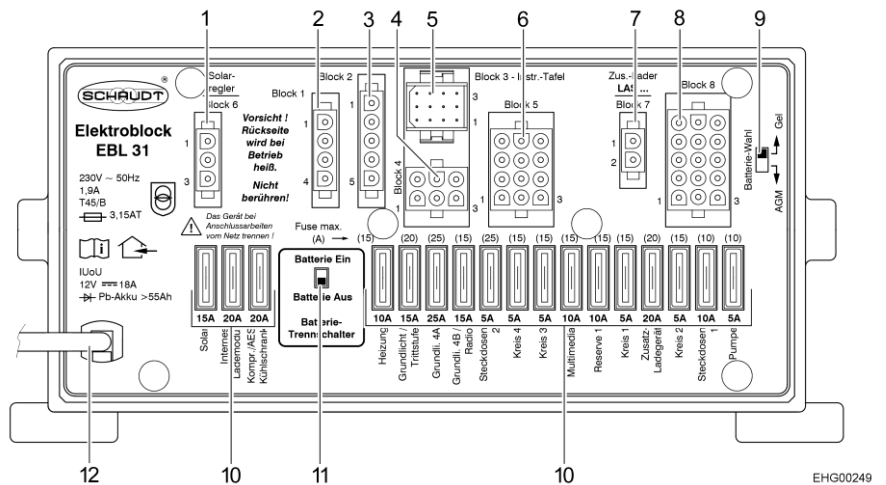

Fig. 95 Bloc électrique (EBL 31)
- ▷ Afin de couper l'alimentation électrique de **tous** les consommateurs électriques 12 V, et pour éviter toute décharge de la batterie de cellule, placer l'interrupteur-séparateur de batterie (Fig. 95,11) sur "Batterie Aus" (batterie Arrêt) sur le bloc électrique.
- ▷ Les consommateurs tels que le bloc électrique lui-même, le panneau de contrôle, le chauffage, le régulateur de panneau solaire (s'il y en a un) et d'autres appareils consomment un faible courant de veille et déchargent à la longue la batterie de cellule. C'est pourquoi il faut mettre l'interrupteur-séparateur de batterie (Fig. 95,11) du bloc électrique sur "Batterie Aus" (batterie Arrêt) lorsque le véhicule n'est plus utilisé pendant une longue période.